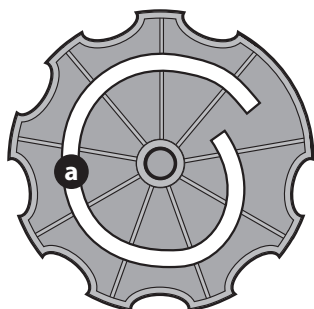

Fig. 14
9. Luego alinee el espiral (a) en el interior de la perilla de la placa reclinable con el pasador de la placa reclinable. Asegúrese de que el cubo que está en la parte posterior de la placa reclinable se apoye correctamente en los orificios grandes de la placa lateral (Fig. 14).